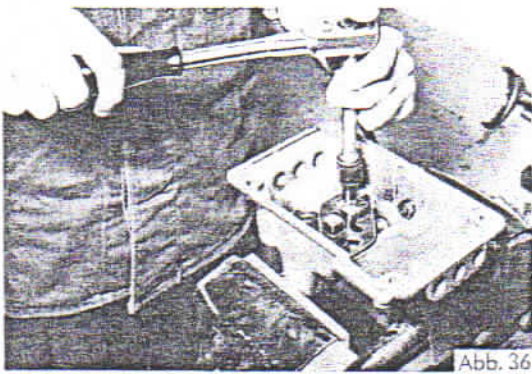

Abb. 36
- 25. Verriegelungsschieber auf Schalthebel (Schaltfinger) aufsetzen. Befestigungsschrauben mit Distanzhülsen und Federscheiben im Schaltturm einschrauben und anziehen (Abb. 36).